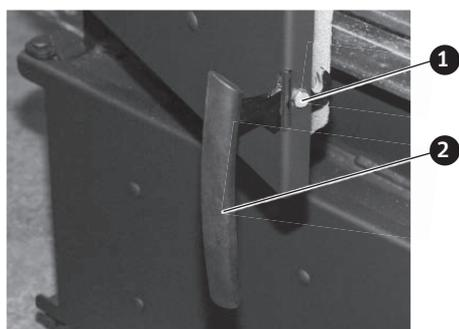

Fig. 28 Monter la poigne avec la vis à téton
- ▶ Si elles ne le sont pas encore, monter les poignées à l'aide de vis à téton sur toutes les portes – Fig. 28.